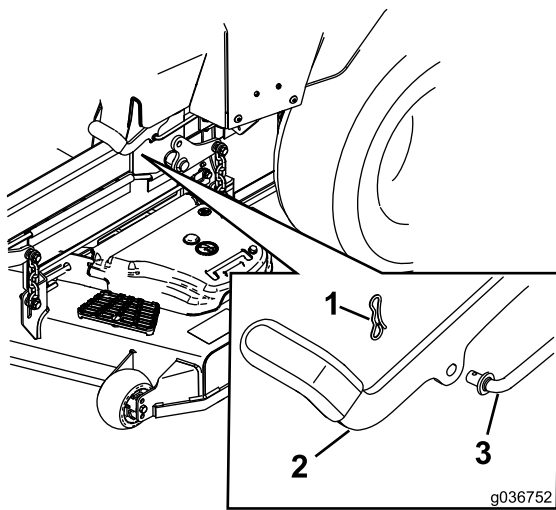

Figura 59
6. Si es necesario un ajuste, quite el freno de estacionamiento. Retire el pasador del eje del acoplamiento del freno (Figura 59).